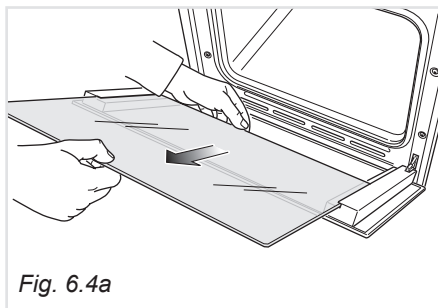

Fig. 6.4a
- Sfilare delicatamente il vetro interno (fig. 6.4a) e pulirlo con prodotti idonei. Asciugarlo sempre accuratamente.